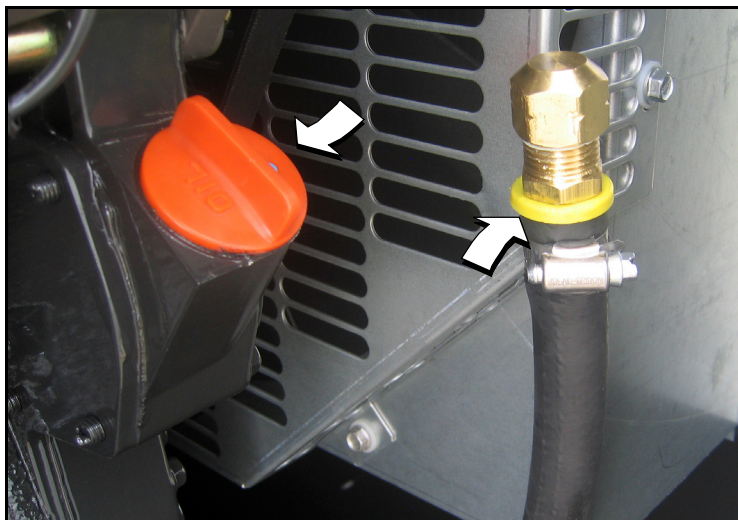

Figure 5-17. Bouchon de remplissage d'huile et tuyau de vidange
1. Retirez le tuyau de vidange d'huile de la pince à double mâchoire. Voir Figure 5-17.